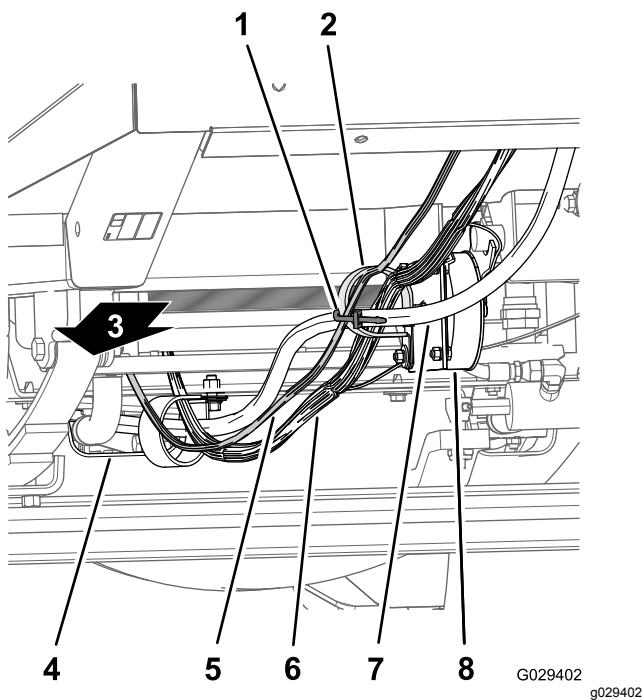
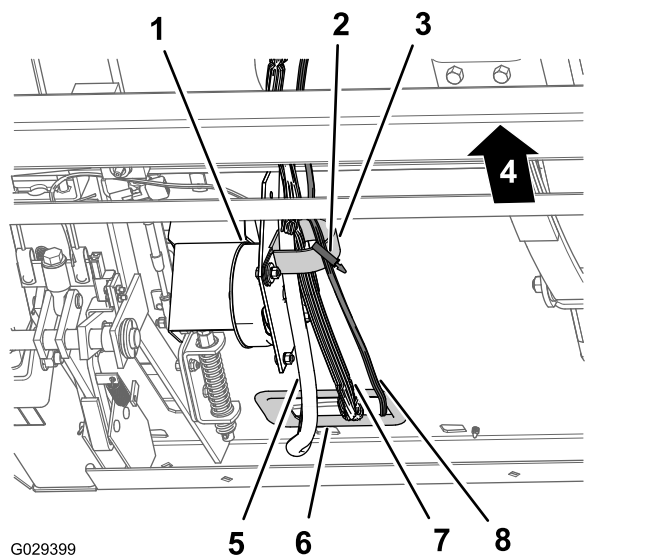

Figura 195
Figura 196
- Enrute la rama del salpicadero de 240 cm del arnés de cables a lo largo del arnés de cables y las mangueras de dirección de la máquina (bajo el radiador) a través de la abrazadera en R en la parte inferior del soporte del radiador y a través de la abrazadera en R del serpentín del control de velocidad sobre el terreno (Figura 195 y Figura 196).
2. Enrute la rama del salpicadero de 240 cm del arnés de cables hasta la abrazadera en R del serpentín de control de velocidad sobre el terreno (Figura 195 y Figura 196).